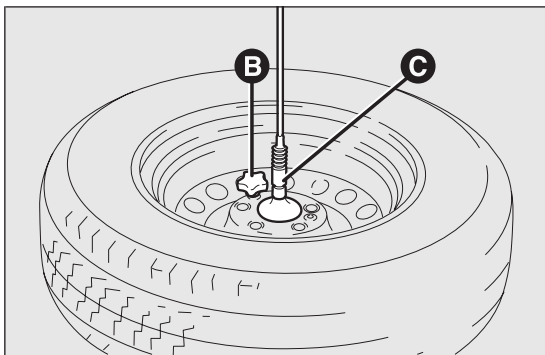

fig. 137
- ❑ sfilare il cappuccio B fig. 137 e sganciare il cavo di trattenimento, quindi liberare la ruota dal supporto dentato C svitando le 2 viti;